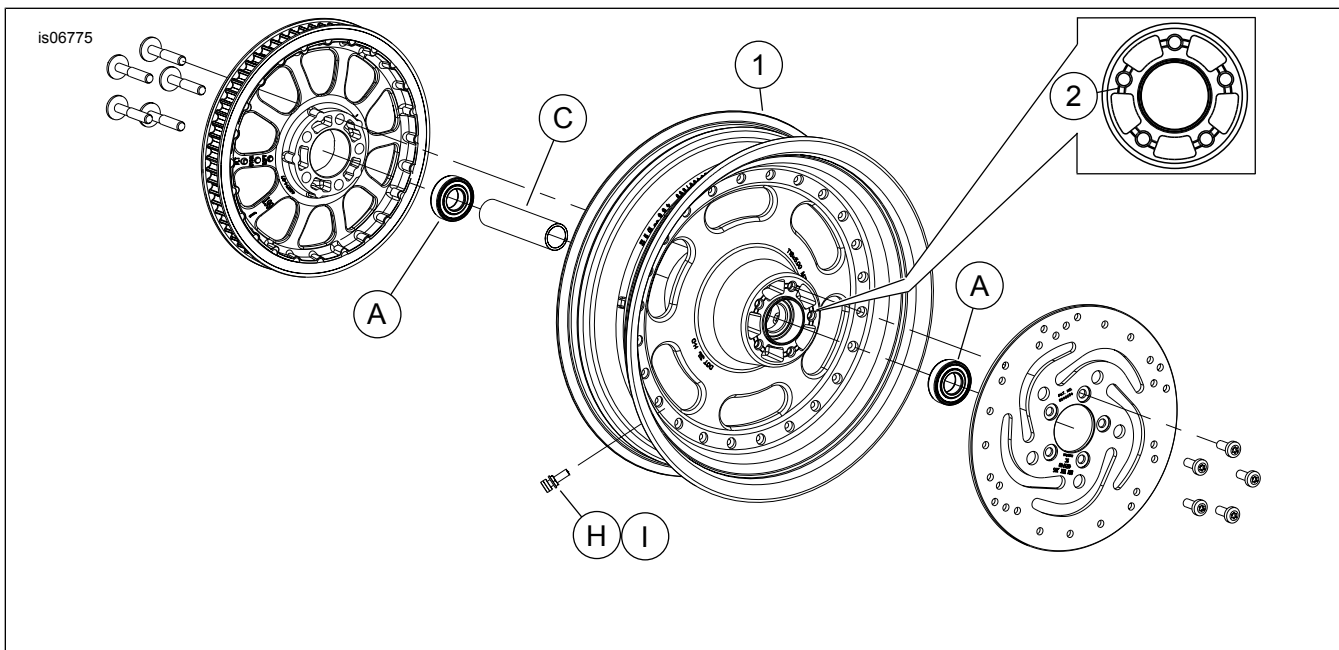

Figura 1. Peças de reposição: Roda traseira Fat Bob Cutback
2. Veja a Figura 1. Instale o conjunto da haste de válvula (H) na roda. Consulte o Manual de serviço.